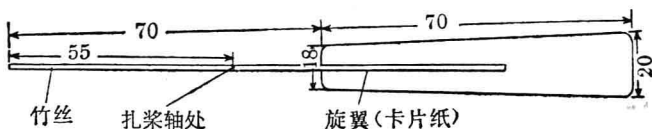

图 1
1. 旋翼: 按图 1 上旋翼部分的尺寸画在卡片纸上, 并剪